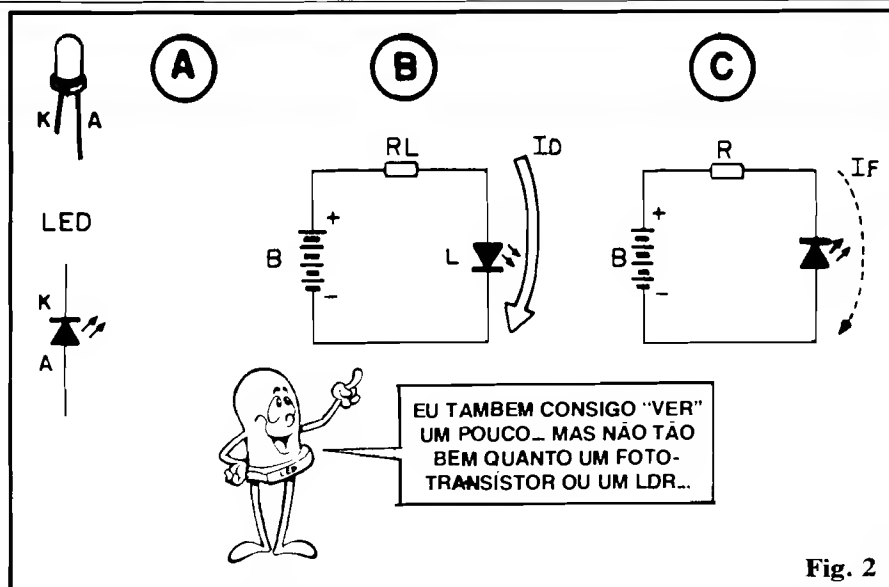

Fig. 2
- **FIG. 2-A** - O "velho" e comum LED (visto na "Aula" nº 5), em aparência, símbolo e pinagem. O "corpo" é, obviamente, "permeável" à LUZ, transparente ou translúcido, permitindo que a radiação luminosa gerada na junção, pela passagem da corrente em polarização **direta**, "saia para o exterior" (se assim não fosse, tudo se passaria como uma pequena lâmpada acesa **dentro** de uma caixa hermética e opaca... De nada serviria...).
- **FIG. 2-B** - Num LED sob corrente **direta** (alimentação pela fonte B sob polaridade "certa"...), a LUZ é emitida. A corrente direta (I_D) é normalmente limitada e parametrada pela presença, em série, do resistor R_L ... Na prática, a corrente I_D é **tão intensa** quanto o permitir o próprio valor de R_L (ver Lei de OHM), podendo chegar a níveis mais ou menos elevados, desde que não "estoure" os limites inerentes ao LED (se "passar" do que o dito cujo "aguenta", ele "queima"...).
- **FIG. 2-C** - Se, contudo, num arranjo semelhante ao da fig. anterior, colocarmos o LED sob polaridade **inversa**, não teremos a emissão de LUZ. Na prática, no dia-a-dia dos cálculos e das aplicações, consideramos que - nessa circunstância - não há circulação de corrente... No entanto, **HÁ!** **Muito** pequenina, **muito** "fraquinha", mas **HÁ!**... Trata-se de uma minúscula Corrente de Fuga (inversamente "vencendo" a enorme barreira da junção semicondutora do LED, agora "invertida"...). Na casa dos picoampéres (pouca coisa maior do que "nada"!), mas, seguramente, **PASSANDO PELO LED!**